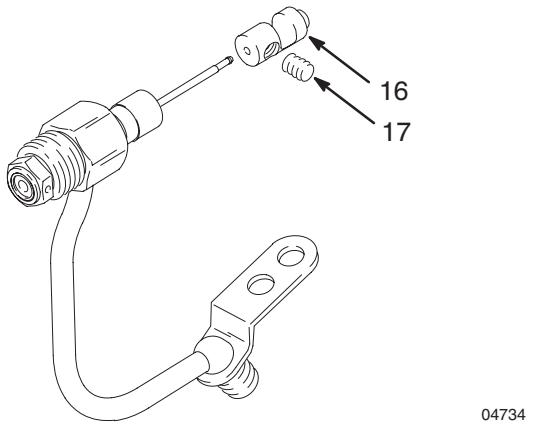

Рис. 11 04734
- Удерживая направляющую пружины (16) для исключения сгибаиглы, ослабьте затяжку установочных винтов (17). Вытащите направляющую пружины (16). См. Рис. 11.